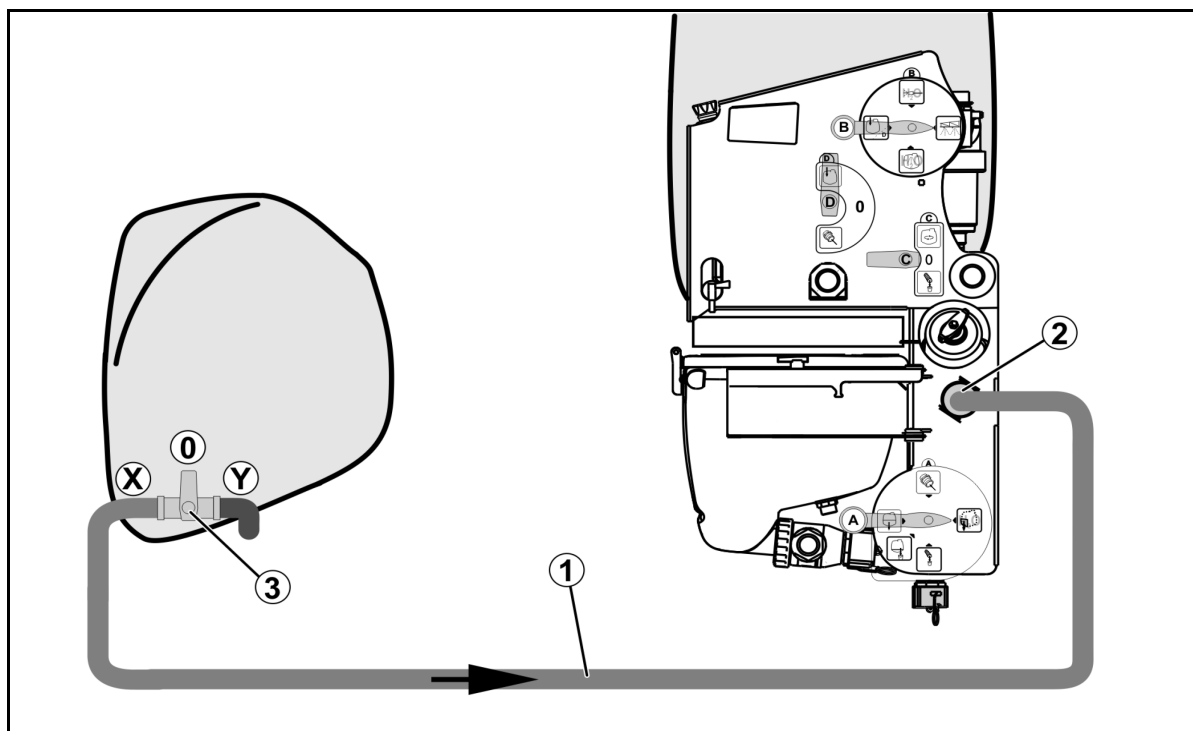

Fig. 14
1. Cuplați furtunul de aspirare (Fig. 14/1) cu racordul de umplere (Fig. 14/2).
3. Cuplați furtunul de legătură de la rezervorul frontal (Fig. 14/3) cu racordul golirii rapide (Fig. 14/4).
4. Robinetul de comutare de la rezervorul frontal (Fig. 14/5) în poziția **X**.